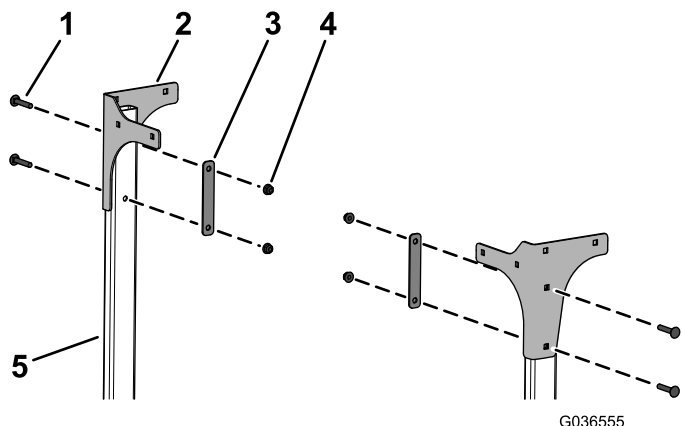

图8
7. 如图8所示, 用 4 个托架螺栓 (5/16 x 1-3/4 英寸)、2 个支撑板和 4 个凸缘螺母 (5/16 英寸) 将左、右后安装板松松地安装到支撑管上。